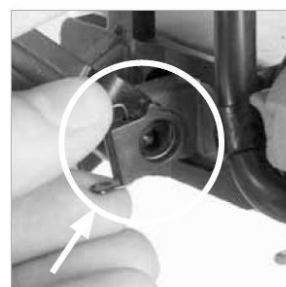

Fig. 42
- Установите обратно рычаг привода защитного кожуха и защелку для его крепления на оси (**Fig.42**)